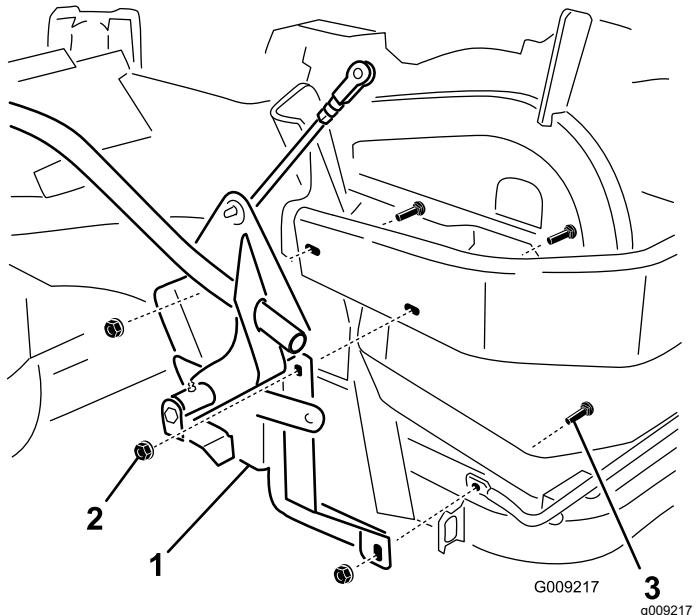

Bild 8
3. Befestigen Sie die Griff- und Halterungsbaugruppe mit drei Schlossschrauben ( $\frac{3}{8}$ " x 1 $\frac{1}{4}$ ") und drei Bundmuttern (großer Bund  $\frac{3}{8}$ ") an der Seite der Maschine, wie in Bild 8 dargestellt.